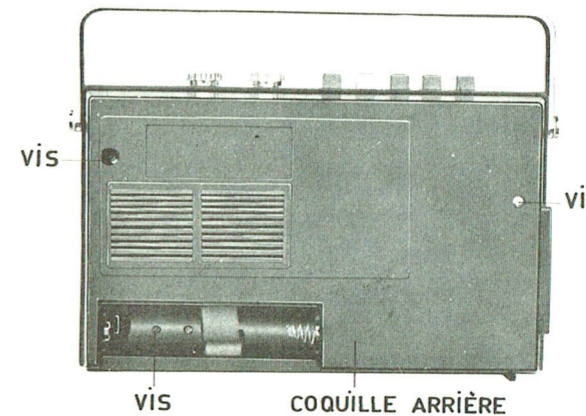

Fig. 4
- 2 - Enlever le couvercle du compartiment des piles et ôter la seule vis située dans ce compartiment (voir Fig. 4).